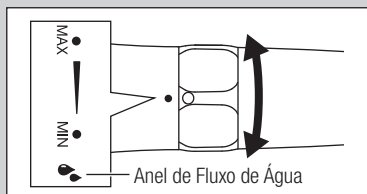

Fig. 8
- O volume de pulverização pode ser regulado com o anel regulador do caudal (Fig. 8). Comece com a regulação mínima e depois ajuste de acordo com a aplicação e o estado do paciente.